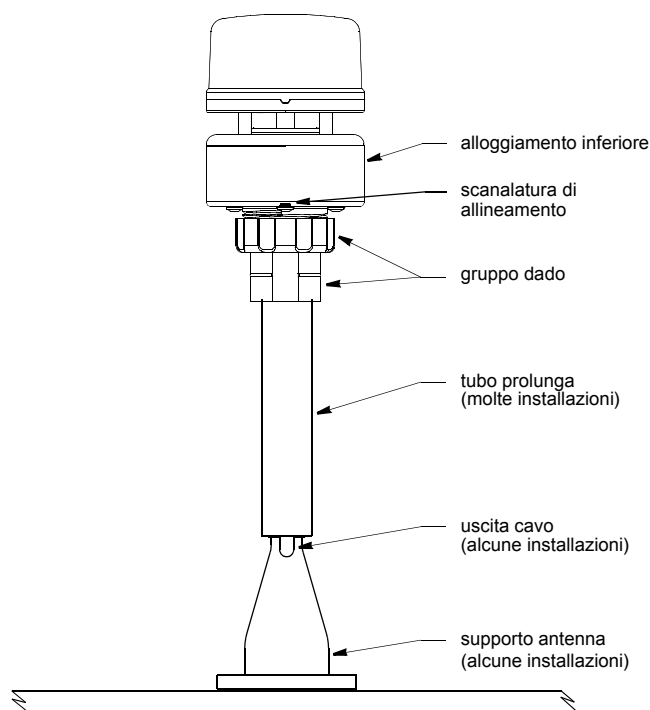

Figura 4. Installazione (modello illustrato: 150WX)
2. Posizionate i componenti per il montaggio perpendicolarmente alla superficie di installazione. Se necessario, livellate la superficie di installazione mediante tasselli (vedi Figura 4).
6. Se necessario, avvitate un tubo di prolunga sul supporto dell'antenna (vedi Figura 4).
5. Fate scivolare il dado prigioniero verso l'alto e avvitatelo sull'alloggiamento inferiore dello strumento WeatherStation (vedi Figura 4 e 5). Stringete esclusivamente a mano. **Non stringete eccessivamente.** Evitate di ruotare lo strumento WeatherStation modificandone l'allineamento e di allentare il fissaggio del gruppo dado sul supporto dell'antenna o sul tubo di prolunga.